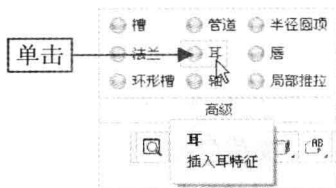

图 8-80 单击“耳”按钮
Step 02 在“功能区”选项板的“模型”选项卡中，单击“高级”面板中的“耳”按钮，如图 8-80 所示。